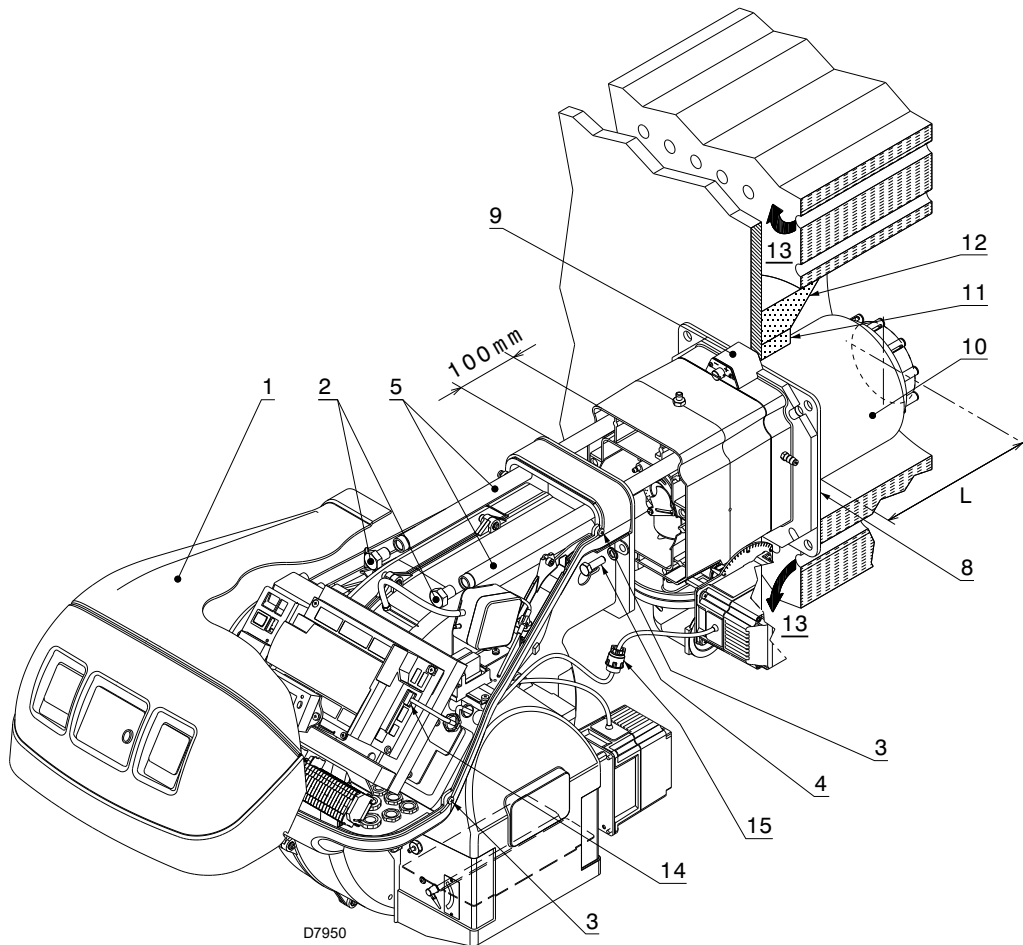

Abb. 16
Stellen Sie bei Kesseln mit vorderem Rauchumlauf 13)(Abb. 16 auf Seite 23), eine Schutzvorrichtung aus hitzebeständigem Material 11) zwischen dem als Hitzeschutz zwischen Kessel 12) und Flammrohr 10) aus.
Trennen Sie die Flammkopf vom übrigen Brenner, wie in Abb. 16; und wie folgt fortfahren:
- den Brenner auf den Führungen 3) etwa 100 mm von Muffe 4) - Brenner in der in Abb. 16 auf Seite 23 gezeigten Position montieren;
- den Stecker des Stellmotors 14)(Abb. 16) anschließen und die Kabeldurchführung 15) anschrauben;